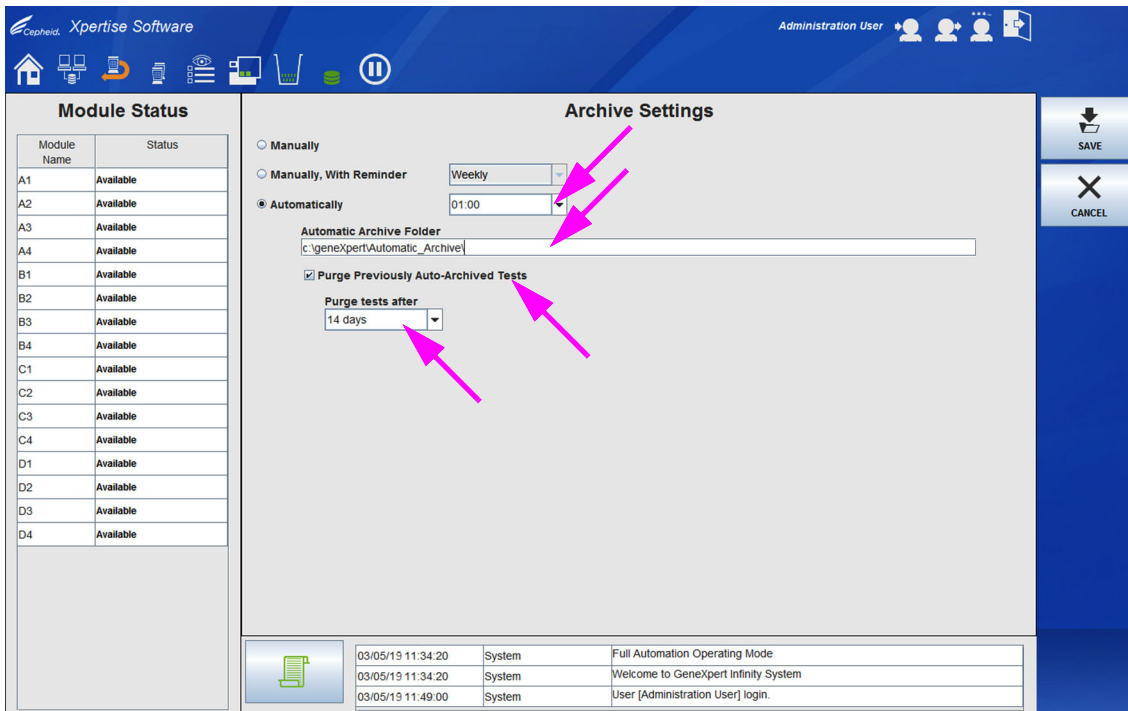

图 2-30. 自动存档设置 (Automatic Archive Settings)
- **自动 (Automatically)** – 如果选择该选项，测试结果会一天自动存档一次。自动存档启动的时间由用户设置。请参见图 2-30。选择后，无论哪个用户登录，均会在设置的时间完成进行自动存档。